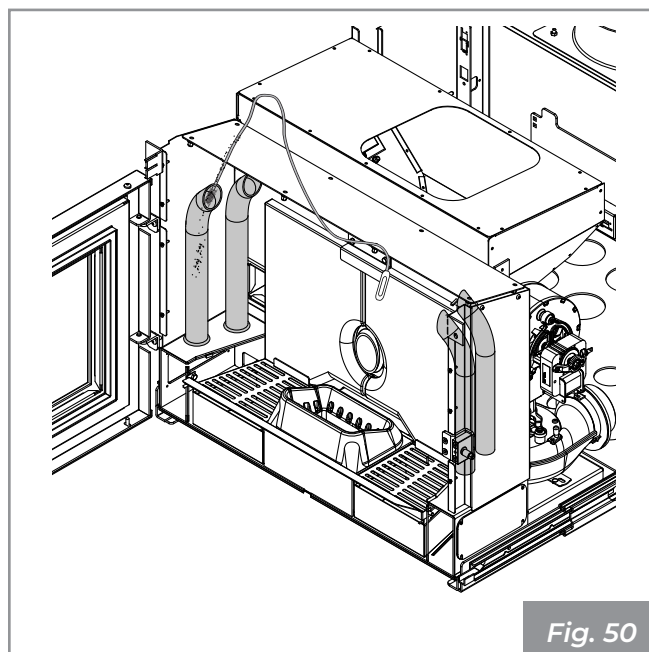

Fig. 50
- Retirer les vis et les couvercles (A), retirer les couvercles pour accéder aux collecteurs (Fig. 50)